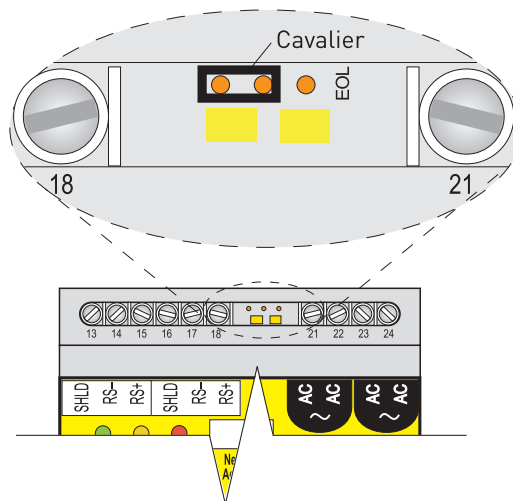

Figure 5b. Position du cavalier bout de ligne (EOL) pour tous les autres TTSIM
- Sur tous les autres modules TTSIM du circuit, montez le cavalier comme indiqué à la Figure 5b.